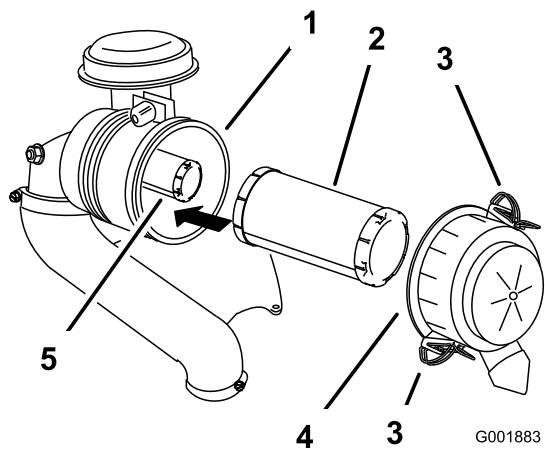

Figura 42
6. Abra los cierres del limpiador de aire y tire de la tapa de la entrada de aire para separarla del cuerpo del limpiador de aire (Figura 42).
8. Extraiga con cuidado el filtro primario de la carcasa del limpiador de aire (Figura 42).
- Si va a cambiar el filtro interno, deslícelo cuidadosamente en el cuerpo del filtro (Figura 42).
- Deslice cuidadosamente el filtro primario por encima del filtro de seguridad (Figura 42).
- Instale la tapa del limpiador de aire y fije los cierres (Figura 42).